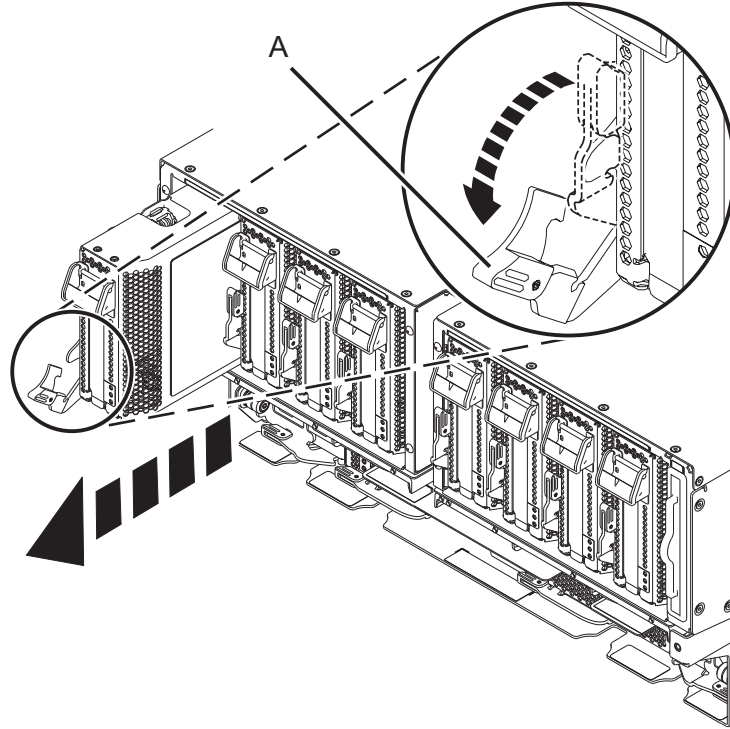

Figura 26. Extracción de una casete de adaptador PCIe del sistema
- b. Gire el asa de terracota de la casete (**A**) en la dirección que se muestra en la Figura 26 en la página 27 y, a continuación, presione el asa (**A**) para desenganchar el casete de los conectores de ranuras.